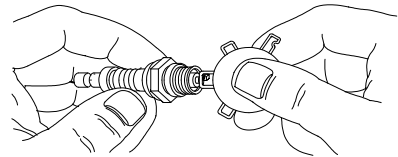

Figure 4-5. Bougie
4. À l'aide d'une jauge d'épaisseur à fil, vérifiez l'écartement des bougies d'allumage, réajustez-le à une valeur de 0,6-0,7 mm (0,024-0,028 po.) Voir **Figure 4-5**.